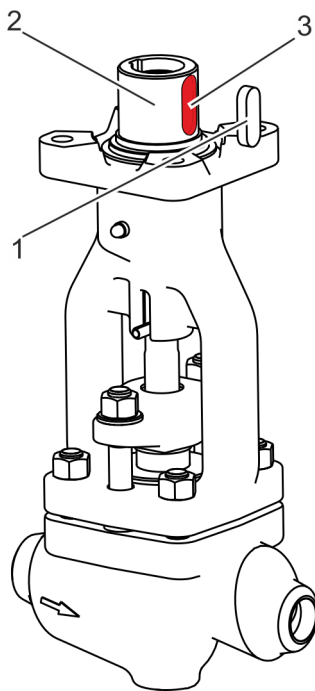

Fig. 36: Retrait du ressort d'ajustage
4. ➤ Retirer le ressort d'ajustage (Fig. 36/1) de la rainure du ressort d'ajustage (Fig. 36/3) du moyeu (Fig. 36/2) de la douille taraudée.